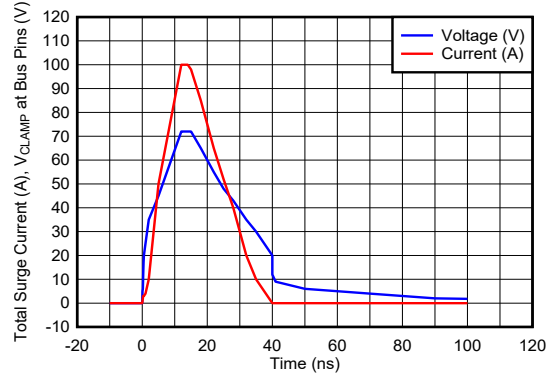
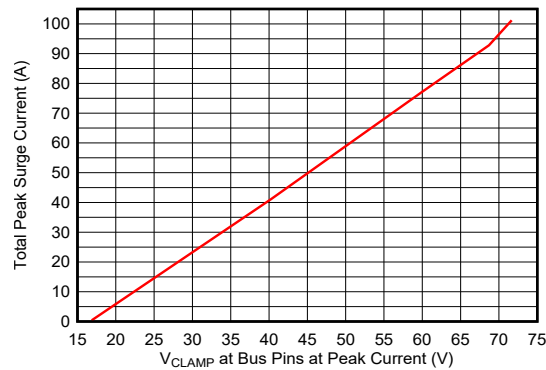

图 8-7. +4kV 浪涌测试的瞬态电流和电压波形。电流波形是发生器输出的总电流，电压波形是收发器 A 或 B 引脚的电压。
图 8-8. 总线引脚的钳位电压与浪涌发生器的总浪涌电流间的关系
THVD14x9(V) 产品系列可承受 $\pm 4\text{kV}$ 浪涌瞬变，而无需任何外部元件。图 8-6 中描述的 +4kV 浪涌测试产生的瞬态电流和电压波形如图 8-7 所示。总线引脚电压由集成浪涌保护二极管钳位，这样内部电路在浪涌事件期间不会损坏。总线引脚上的钳位电压与浪涌发生器的总电流间的关系如图 8-8 所示。